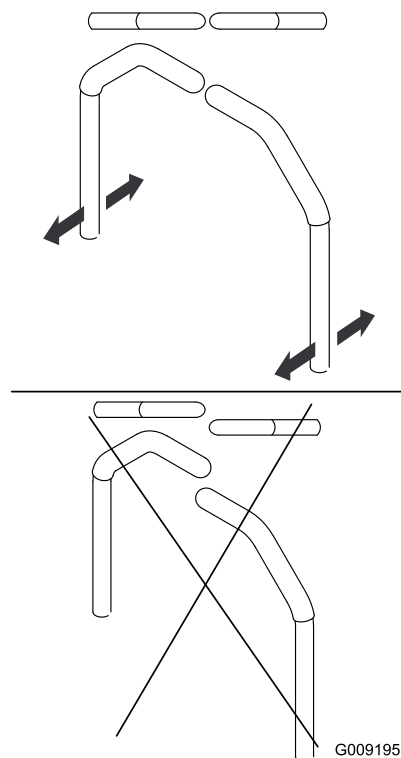

Figure 50
9. Réglez l'alignement avant/arrière des leviers en les plaçant tous deux à la position **POINT MORT**, puis faites-les coulisser jusqu'à ce qu'ils soient alignés, et serrez les boulons (Figure 50).